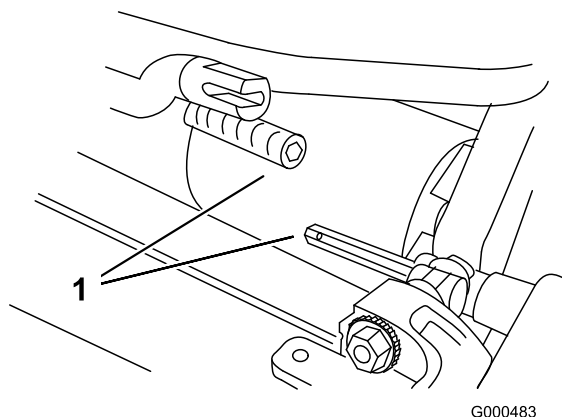

Figure 49
6. Tirez le plateau de coupe en avant d'environ 51 mm, puis vers la droite pour dégager l'accouplement de la transmission (Figure 49).